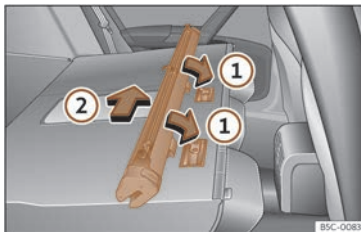

Fig. 183 Montar a rede de separación nos respaldos do asento traseiro.
- Coloque a carcasa da rede nos rebaxos dos carrís de suxeición no sentido das frechas >>> **fig. 183** ①.
- Empuxe a carcasa cara ao lado esquerdo do vehículo no sentido da frecha >>> **fig. 183** ② e ata o tope.
- Tire da carcasa da rede aproximadamente 5 cm no sentido contrario da frecha >>> **fig. 183** ②.
- Extraia a carcasa dos carrís de suxeición tirando no sentido contrario ao das frechas >>> **fig. 183** ①.